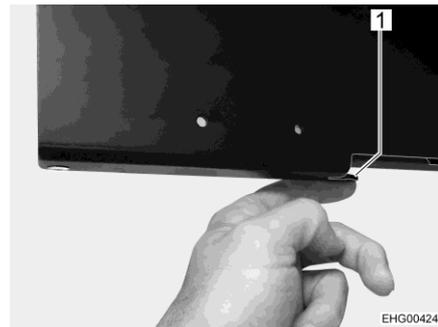

Fig. 95 Déverrouiller le mécanisme de pivotement
- Pour tourner l'écran plat dans la position désirée, pousser le levier noir (Fig. 95,1) en bas de la rallonge et le faire pivoter.